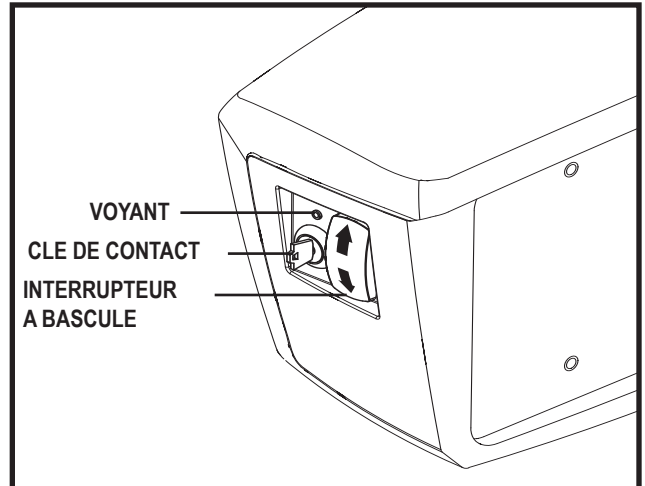

Figure 14. Clé de contact et interrupteur à bascule
2. Utilisez l'interrupteur à bascule pour hausser ou baisser le dispositif. **Voir la figure 14.**